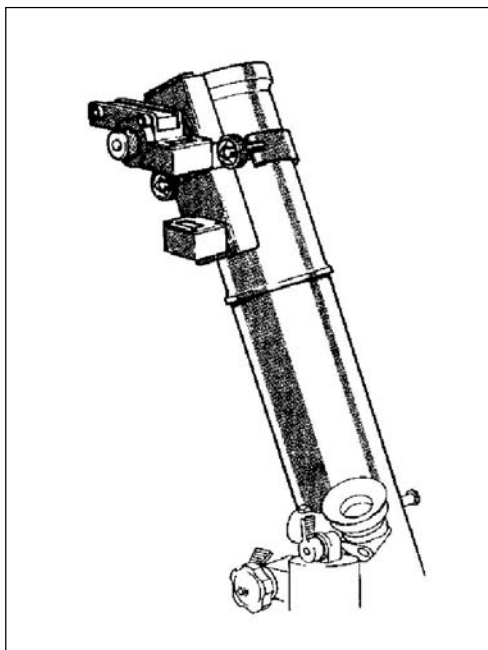

Fig 3-2. Aparelho de Alinhamento instalado no tubo
a. Instala-se o aparelho de alinhamento no tubo do morteiro através de suas correias de segurança, certificando-se que sua projeção superior esteja corretamente posicionada. Coloca-se a elevação do morteiro em 1200 milésimos e nivela-se as bolhas de nível. (Fig 3-2)